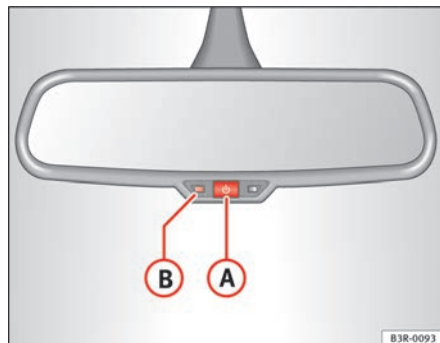

Fig. 104 Espelho retrovisor interior com ajuste para a posição anti-encandeamento: Aviso de controlo e interruptor
- Pressione a tecla **A** ⇒ fig. 104. O aviso de controlo **B** apaga-se.
- Pressione a tecla **A** ⇒ fig. 104. O aviso de controlo **B** acende-se.